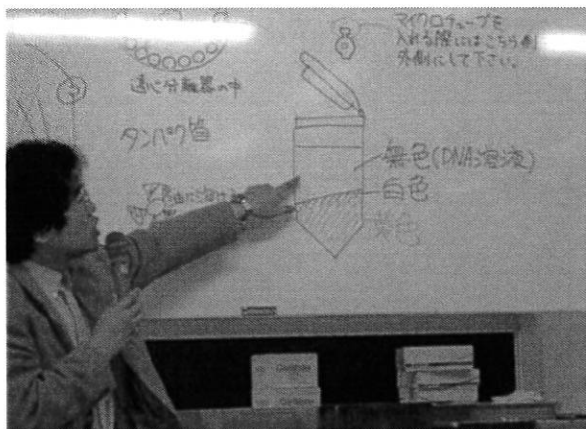
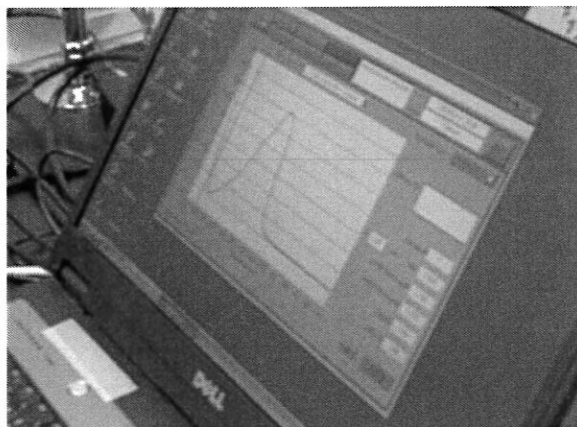

図4 ④の実験要領の説明
図5 DNA精製度と濃度測定
(2) DNAの抽出、精製およびPCR反応と電気泳動実験は、以下の手順で行われた。
- ① 粉体をDNA溶解溶液に入れ、混合する。界面活性剤の作用により細胞膜を破壊、中のDNAを溶液中に溶解させる。
- ② 遠心分離した上澄液にフェノール溶液を加えてタンパク質を変性させる。
- ③ これを遠心分離し、上澄液を取る。この段階で、上層にDNA溶液、中層に変性したタンパク質、下層にフェノール液と分離される。
- ④ 上層のDNA溶液を取り、クロロホルム溶液でフェノールを除去(図4)。
- ⑤ 酢酸ナトリウム溶液を加えて、DNA回収効果を高める。
- ⑥ エタノールを加えDNAを析出させ、他の水溶液成分から分離。
- ⑦ TE溶液を加え、DNAを溶解させ、加温する。TE溶液は、DNAを溶解させるための一般的な緩衝液。
- ⑧ DNAの濃度測定と精製度の確認(図5, 6)。この作業は院生の皆さんが、我々が先生の講義を伺っている間に実施いただいた。